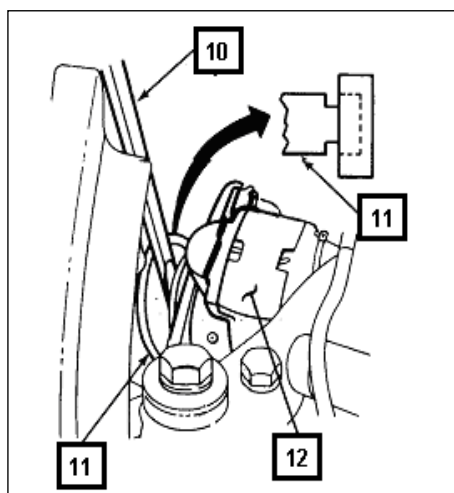

Fig 11-28. Forçando a junta universal
(h) usando a alavanca de bixel(10) forçar a junta universal(11) para a transmissão(12); (Fig 11-28)